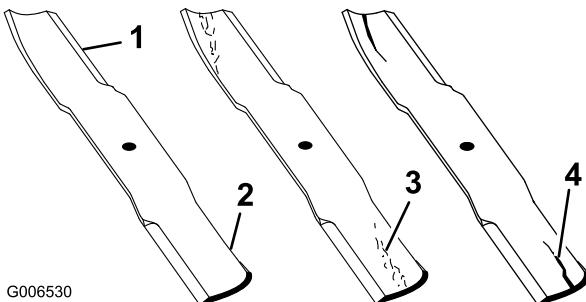

Figure 25
4. Examinez attentivement les tranchants de la lame, particulièrement au point de rencontre des parties plane et relevée (Figure 25).
**Remarque:** Le sable et les matières abrasives peuvent éroder le métal à cet endroit, c'est pourquoi il est important de contrôler l'état de la lame avant d'utiliser la machine. Remplacez la lame si elle est usée (Figure 25) (voir Dépose de la lame).
**Si la lame est trop usée, une entaille se forme entre la partie relevée et la partie plane (Figure 25). La lame peut alors se briser et un morceau être projeté du dessous de la machine, vous blessant gravement ou une personne à proximité.**